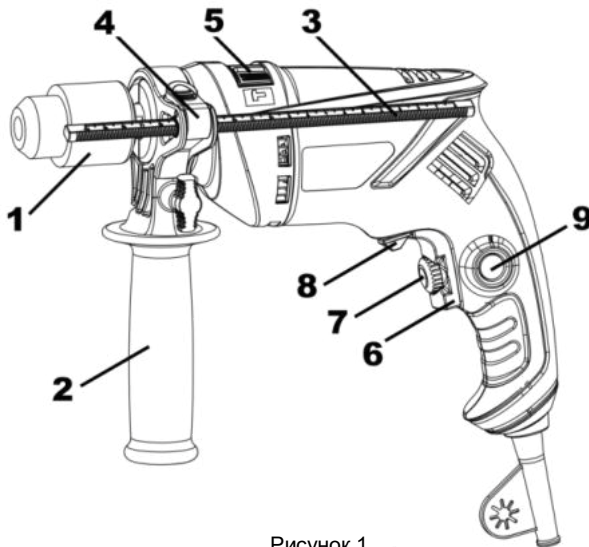

Рисунок 1
Виріб має два режими свердління: ударно-обертальний і обертальний. Перемикання режимів роботи виробу здійснюється переведенням перемикача (5) (див. рис.1) у крайні позиції до відповідного символу режиму роботи:
- ударно-обертальний режим - перемикач (5) повинен бути переведеним до упору у бік символу **T**;
- обертальний режим - перемикач (5) повинен бути переведеним до упору у бік символу **I**.
**4.2** Виберіть необхідний режим роботи виробу за допомогою перемикача (5) (див. рисунок 1). Перемикач режимів роботи виробу здійснюється переведенням перемикача (5) (див. рис.1) з одного крайнього положення в інше в бік відповідного символу режиму роботи:
- обертальний режим - перемикач (5) повинен бути переведеним до упору у бік символу **2**.